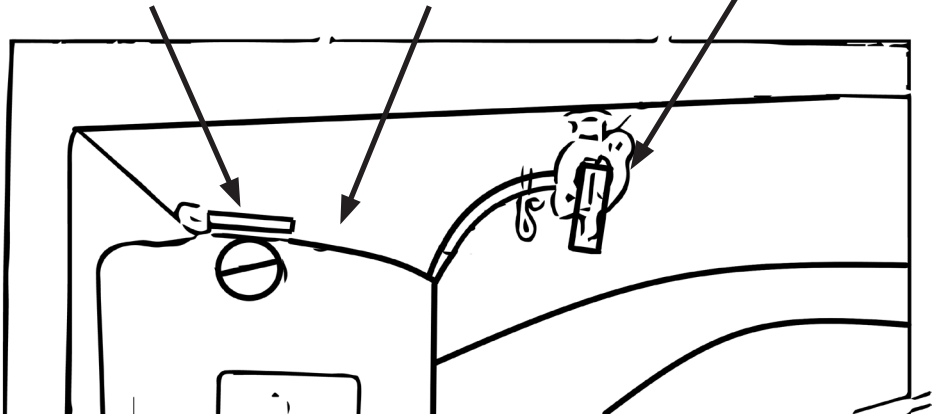

Figure 12
- Ouvrez le robinet de carburant. Voir également la figure 12. (la poignée du robinet est orientée vers le bas)